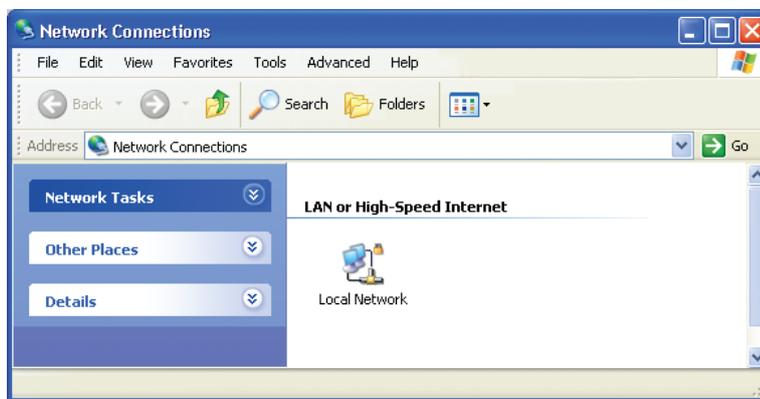

Figure 8-7 : Connexions réseau
1. Cliquez sur **Start (Démarrer), Control Panel (Paramètres) et Network Connections (Connexions réseau)**. Cliquez avec le bouton droit de la souris sur la connexion locale à laquelle le contrôleur est connecté (figure 8-7).